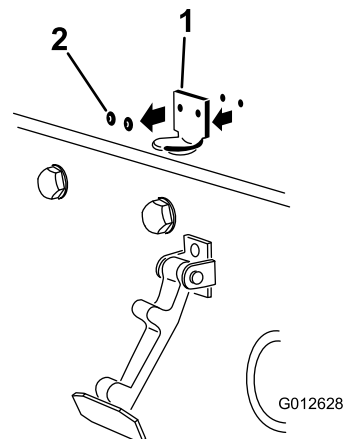

Figure 3
2. Retirez les 2 rivets qui fixent le support de verrouillage au capot (Figure 3).